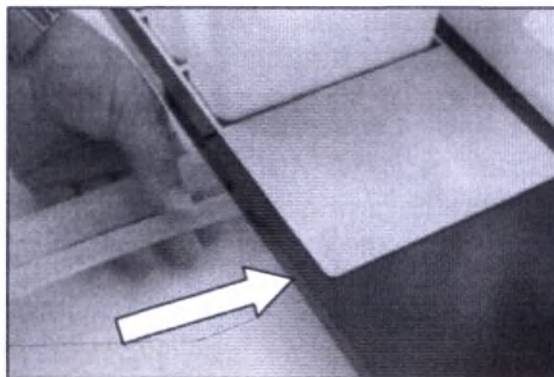

Рисунок 5.3 – Подсоединение линий подвода и отвода воды к блоку для проточной воды
- Просуньте трубки подвода воды под основной прибор (рис.5.3).